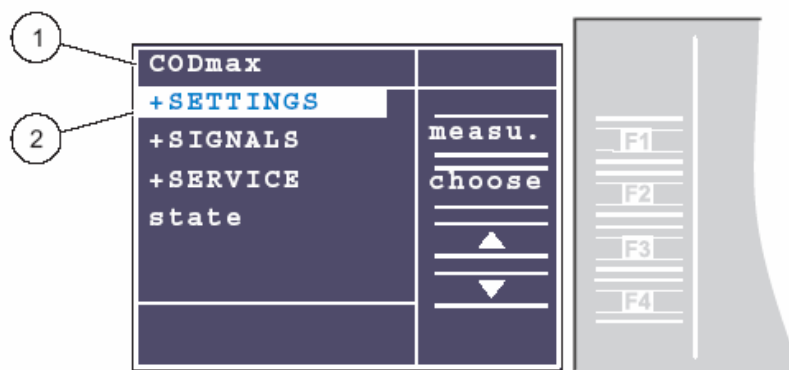

图 21 使用键盘
如果用户按住 F1-F4 键（图⑤所示）中的任一个键保持 3 秒钟，显示屏就会从测量状态切换到主菜单界面，主菜单（如图 21 上的编号 1 所示）。
反白选择栏（图 21 上的编号 2）表示可以使用 F2（图 21 上的编号 1）选择此菜单。